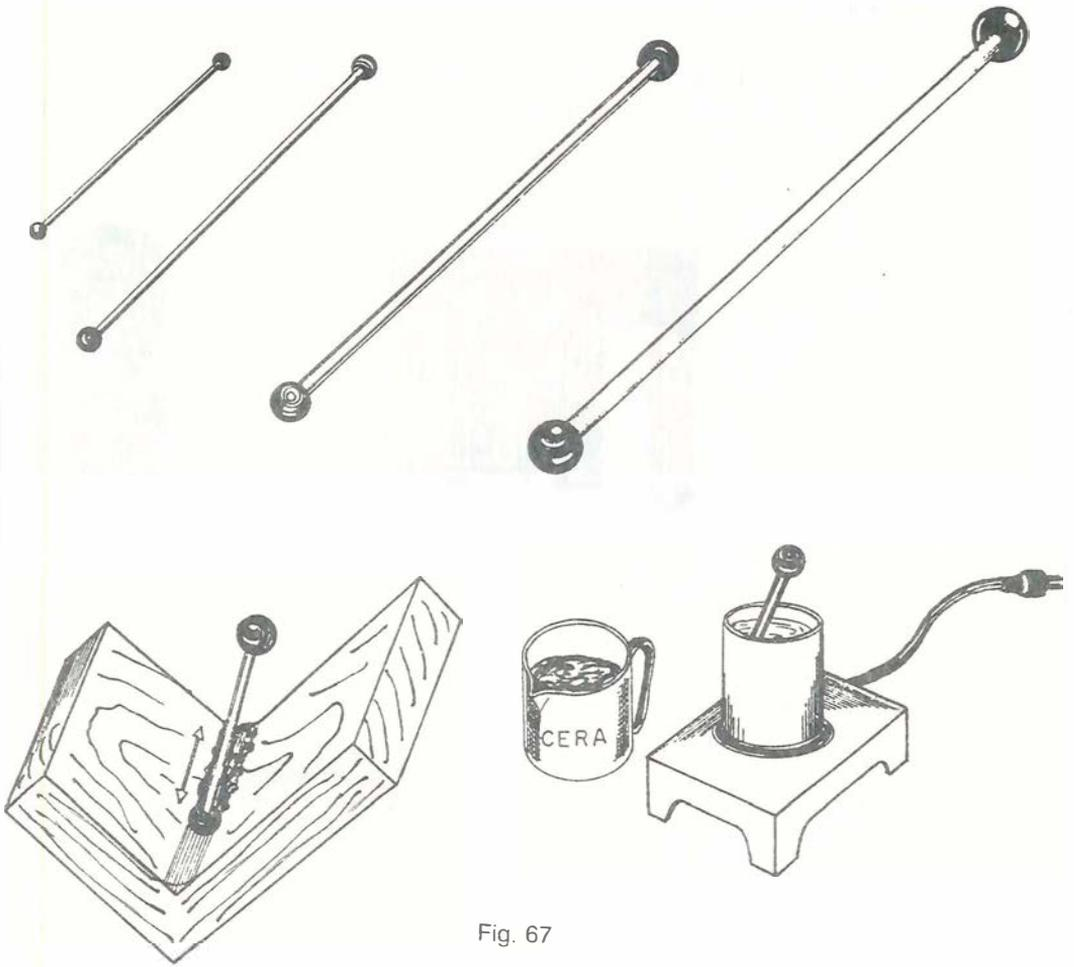

Fig. 67
2. Se calienta el bastoncillo en un recipiente con agua (Ver Fig. 67).